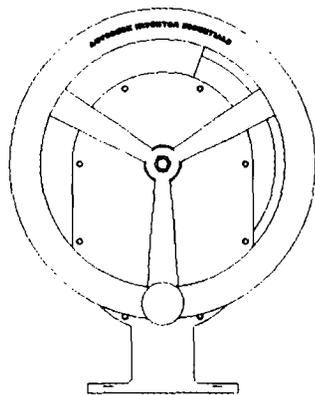

Рис. 6.2. Облицовочный вид может быть проецирован из сечения
5. Поместите вид справа от сечения и создайте новый вид. На рис. 6.2 показан результат.